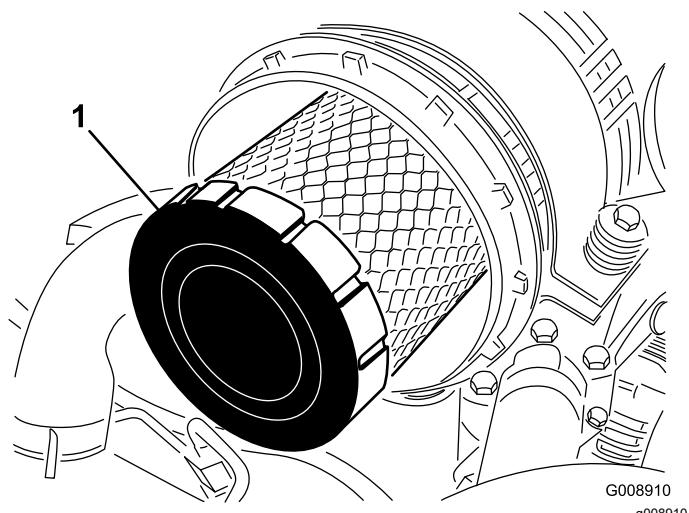

Figure 46
4. Déposez et remplacez le préfiltre (Figure 46).